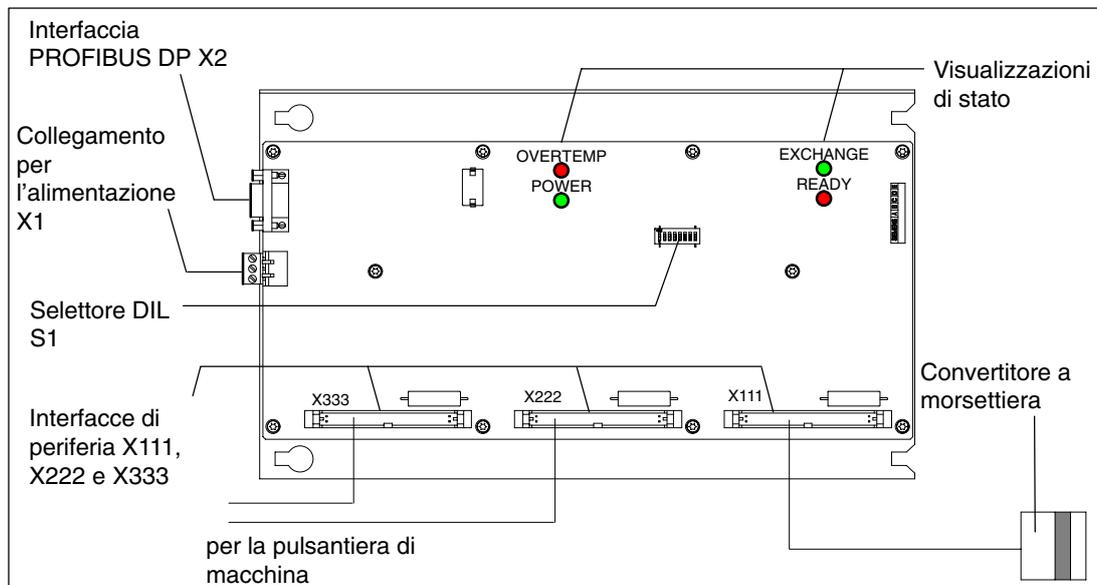

Fig. 4-3 Posizione delle interfacce e delle visualizzazioni di stato sul modulo di periferia con collegamento alla MCP e un convertitore a morsetteria.
- una pulsantiera di macchina (MCP) e un convertitore a morsettiera per gli ingressi e le uscite digitali (vedere la fig. 4-3)